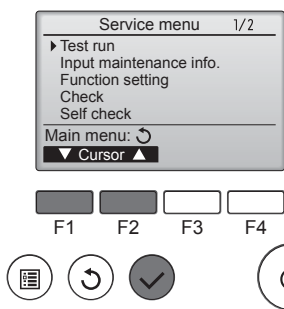

Fig. 7-3
- ③ Selezionare "Test run" (Prova di funzionamento) con il pulsante o , quindi premere il pulsante . (Fig. 7-3)